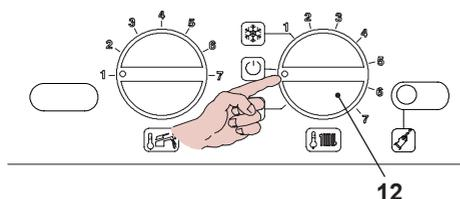

Рис. 7.17
- Чтобы выйти из режима программирования, установите переключатель функций / регулятор температуры 12 так, как показано на рисунке Рис. 7.17.